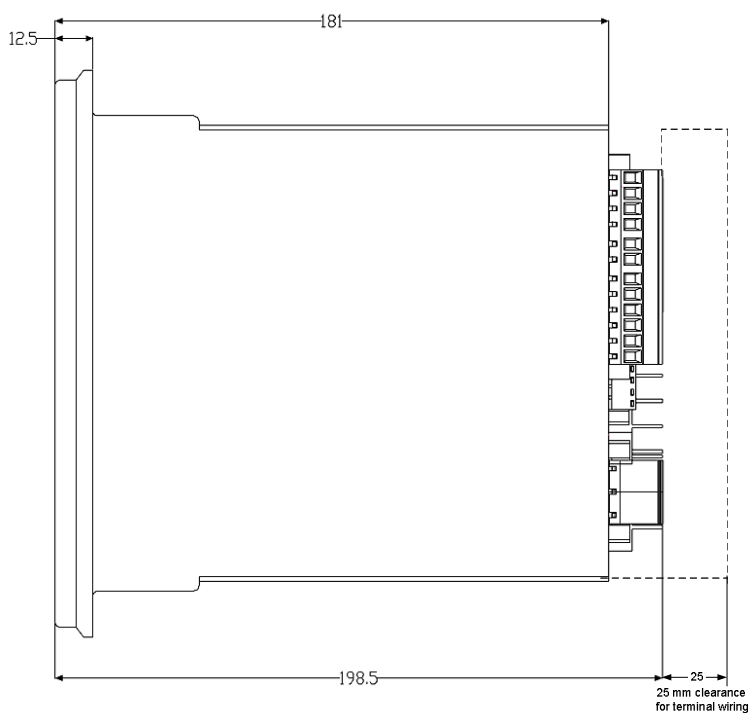

Figura 1-1 Distanza per il collegamento dei morsetti
7. Mantenere una distanza minima dal relè come indicato in Figura 1-1 per garantire sicurezza ed evitare che i morsetti vengano toccati accidentalmente. Se l'area di lavoro nell'armadio è ristretta, in quest'ultimo devono essere previsti morsetti di protezione adatti.